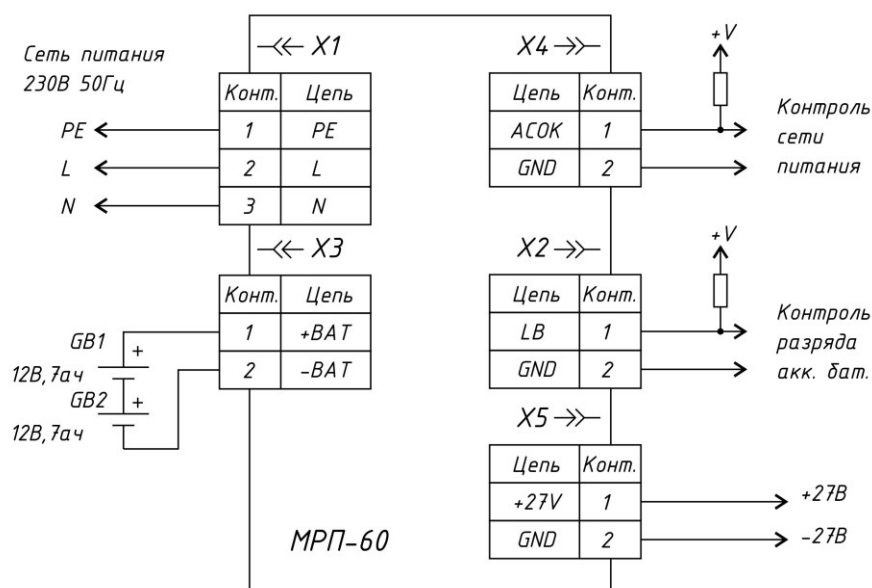

Рисунок 3 – Схема подключения модуля питания
10.6 Все внешние цепи подключаются в соответствии с электрической принципиальной схемой (рисунок 3).